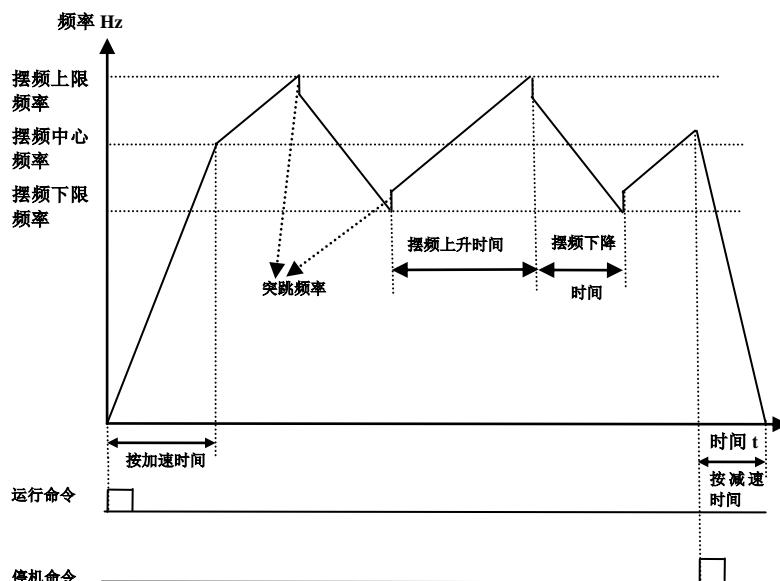

图 6-6 摆频模式 1 工作示意图
- F235=1, 摆频模式 1, 中心频率固定, 由 F242 给定, 工作过程如图 6-6 所示。
- 摆频工作模式见图 6-6、6-7、6-8。